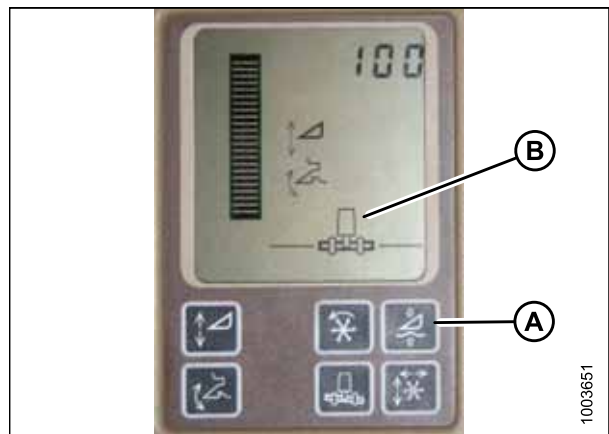

Figura 3.301: Monitor da colheitadeira John Deere
**NÃO** utilize a função de flutuação ativa da plataforma (A) combinada ao controle automático da altura da plataforma (AHHC) MacDon. Um sistema neutralizará o outro. O símbolo da plataforma (B) em exibição **NÃO** deve ter linha ondulada abaixo dele e deve se parecer exatamente como mostrado na Figura 3.301, página 206 do monitor de controle ativo da plataforma.